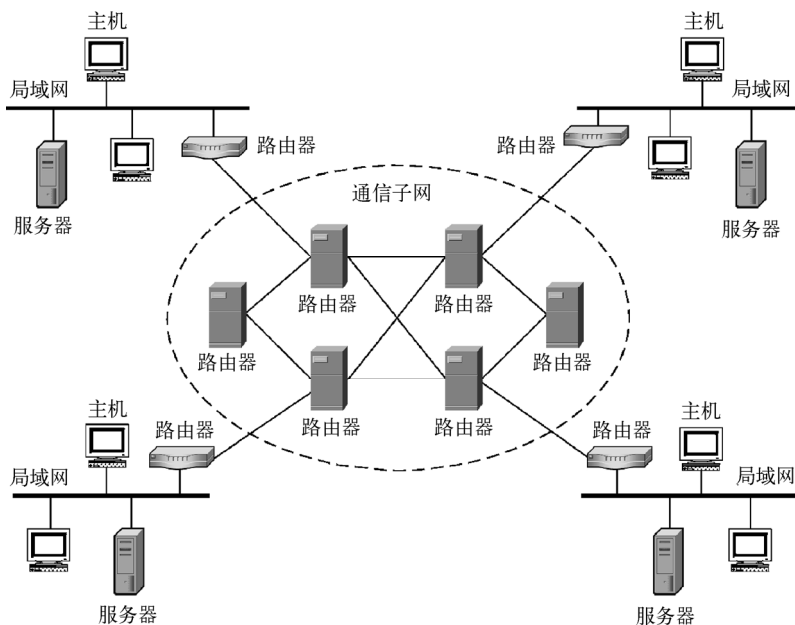

图 7-3 网络标准化阶段
(3) 网络体系结构的标准化和网络的高速发展。随着社会的发展，不同网络体系结构的用户迫切要求能互相交换信息。为了使不同体系结构的计算机网络都能互联，国际标准化组织 ISO 于 1978 年提出了异种机联网标准的框架结构，这就是著名的开放系统互连参考模型 OSI (见图 7-3)。OSI 得到了国际上的承认，成为其他各种计算机网络体系结构靠拢的标准，大大地推动了计算机网络的发展。从这以后，开始了所谓的第三代计算机网络的新时代。